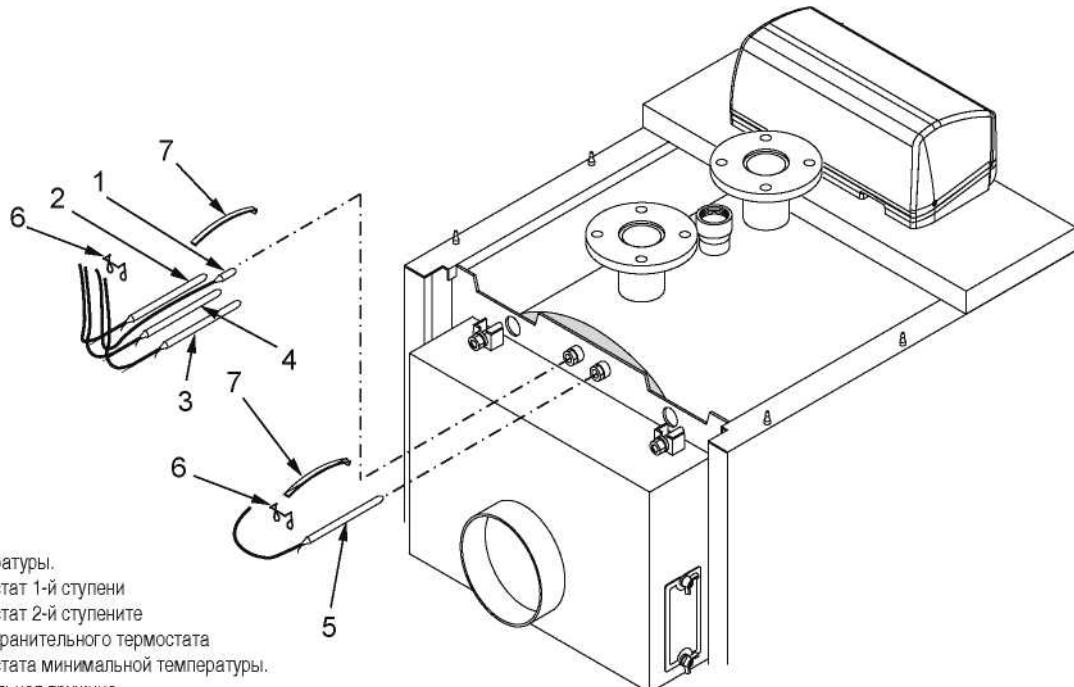

рис. 24
- E) Вставьте датчики приборов в манжеты, как показано на рис. 24 и подключите пульт управления к электропитанию, к горелке, насосам, и т.д. Закройте крышку панели управления. Проведите кабель горелки через зажимную панель проводов (поз. 11) со стороны его выхода и зафиксируйте кабель при помощи прилагаемого хомута. Зафиксируйте зажимные панели проводов (поз. 11) на боковых панелях обшивки. С обратной стороны котла аккуратно соедините выходящие электрические кабели в связку при помощи прилагаемого зажима.
- F) Вставьте датчики приборов в манжеты, как показано на рис. 24 и подключите пульт управления к электропитанию, к горелке, насосам, и т.д. Закройте крышку панели управлений.